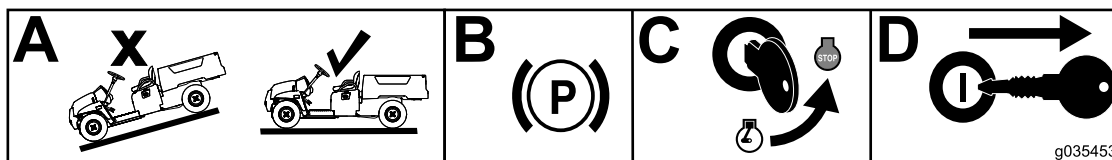

Рисунок 1
1. Установите автомобиль на ровную поверхность (вид А на Рисунок 1).
2. Включите стояночный тормоз (вид В на Рисунок 1).
3. Заглушите двигатель (вид С на Рисунок 1).
4. Извлеките ключ из замка зажигания (вид D на Рисунок 1).